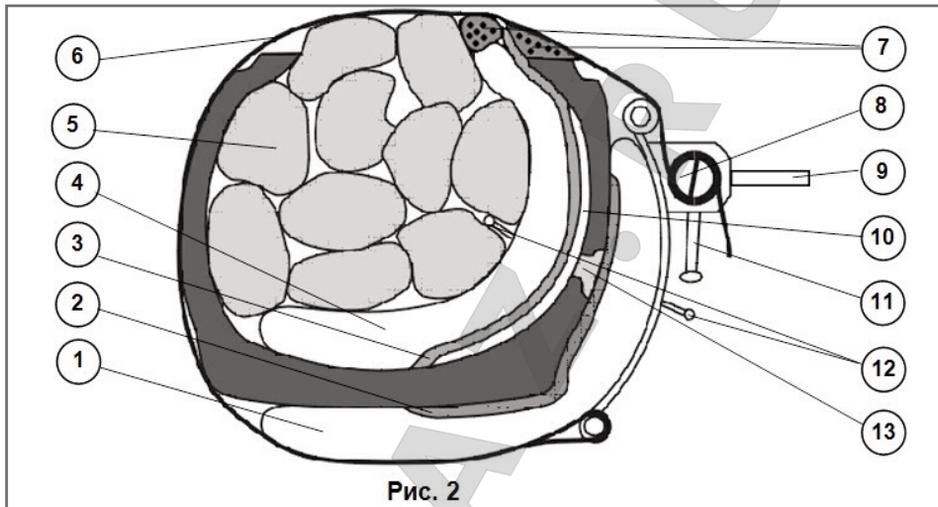

Рис. 2
Внимание! Запрещается подавать давление в пневмоподушки, не установленные согласно Схеме вулканизации (рис. 2 стр. 5)
• Установить наружную пневмоподушку на выдвинутой каретке согласно Рис. 2.
• Внутри шины на пневмоподушку уложить необходимое количество вкладышей (см. поз. 5 Рис. 2), при этом следить за тем, чтобы ниппель и быстроразъемное соединение находились между вкладышами (см. Рис. 2).
Внимание! Обеспечить плотную укладку вкладышей симметрично относительно внутренней пневмоподушки, при этом следить, что бы ниппель и быстроразъемное соединение находились между вкладышами (см. Рис.2).
- Перемещая рукоятки вверх, натянуть с небольшим усилием стяжные ремни, выполнив 1...1,5 оборота фиксаторов. При этом необходимо удерживать фиксаторы рычагом (поз. 9 Рис. 2).